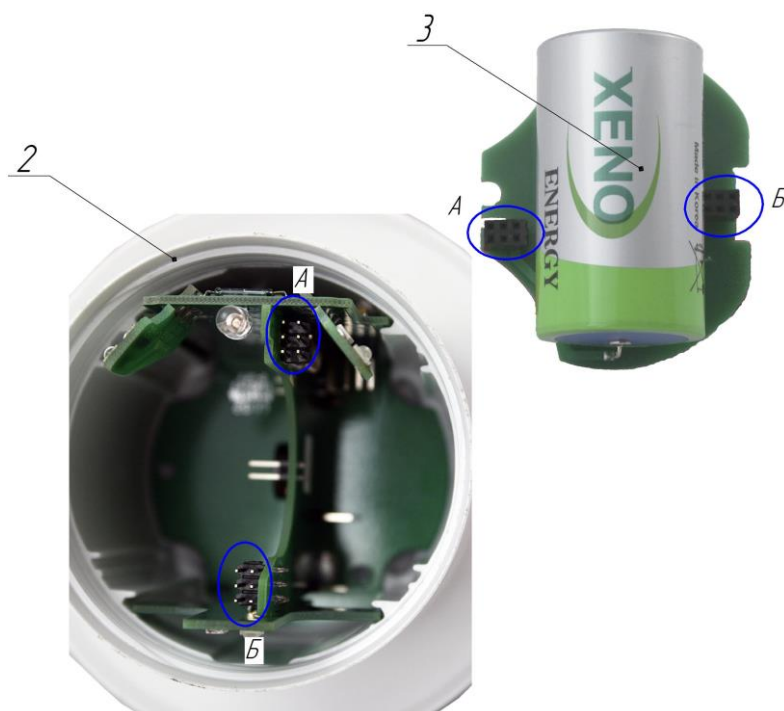

Рисунок 3.3
- 2) Вставить новый батарейный блок в корпус индикатора, установив до упора батарейный блок на разъемы А-А, Б-Б (Рисунок 3.3);